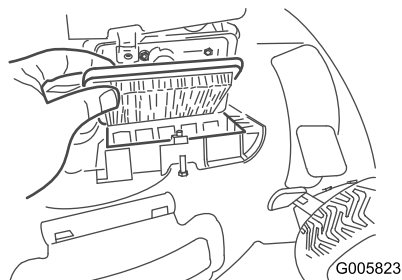

Figure 22
1. Ouvrez le couvercle du filtre à air avec un tournevis (Figure 22).